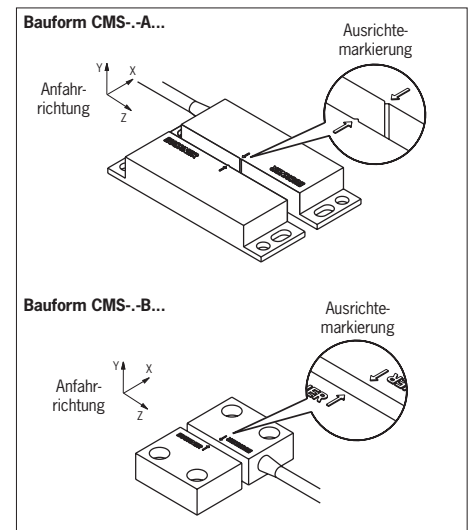

Bild 1: Ausrichtung Lesekopf und Betätiger
Die Einbaulage von Lesekopf und Betätiger ist beliebig. Ausrichtung von Lesekopf zu Betätiger beachten (siehe Bild 1).
- die aktiven Flächen von Lesekopf und Betätiger bei geschlossener Schutzeinrichtung deckungsgleich gegenüber liegen (siehe Bild 1)
- Bei geringer Anfahr-geschwindigkeit zwischen Lesekopf und Betätiger sollte die Anfahr-richtung **Z** (siehe Bild 1) vermieden werden.